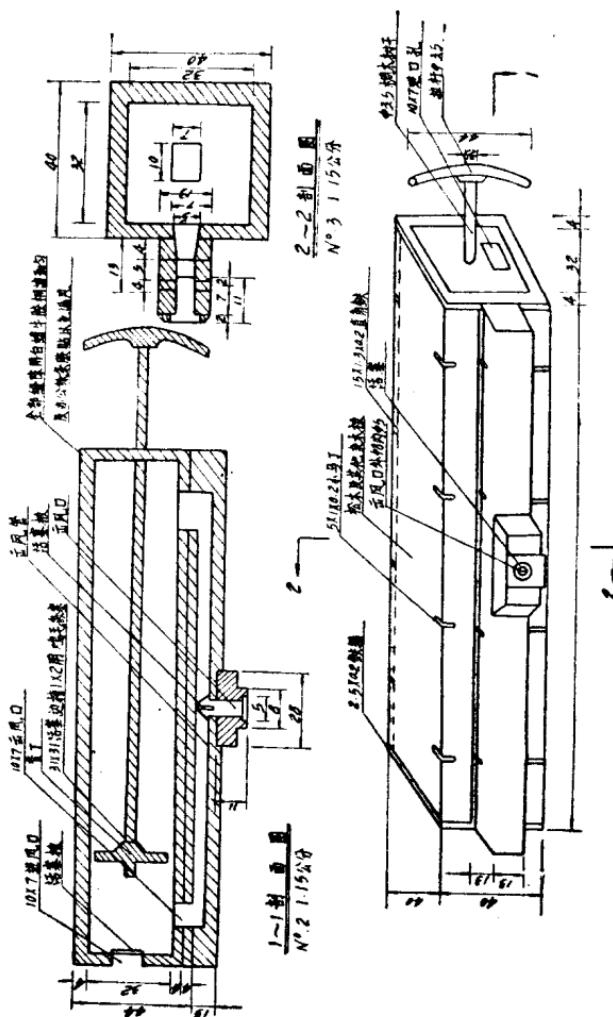

图3 一种木制方风箱立体图形
2. 鼓风设备用往复式木风箱（图3）。风箱可以用人拉，也可以用畜力、水力甚至机械动力来带动。木风箱的优点是能保证一定的风量和风压，这是高炉非常需要的。一般离心式的扇风机如果转速不大，虽然风量不小；但遇到炉内
阻力較大时，因为它的风压低，就会鼓不进风去。而一个直徑（內徑）为320公厘，活塞行程为1公尺的风箱（图3），如果每分钟拉20次往复，送风量可以达到4公尺³/分。这个风箱可以供容积为1立方公尺的高炉使用，两个这样的风箱就可以供容积1.5~2立方公尺的高炉使用。